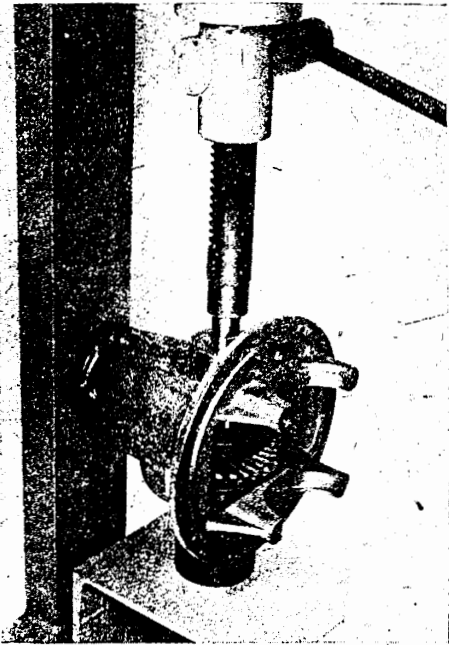

Bild H 28. Eindrücken der Vorgelegewelle
4. Entsprechend Bild H 28 das Gehäuse auf den Tisch einer Presse legen. Vorher die Aufnahme 94 VP-693-7 auf dem Pressentisch befestigen.